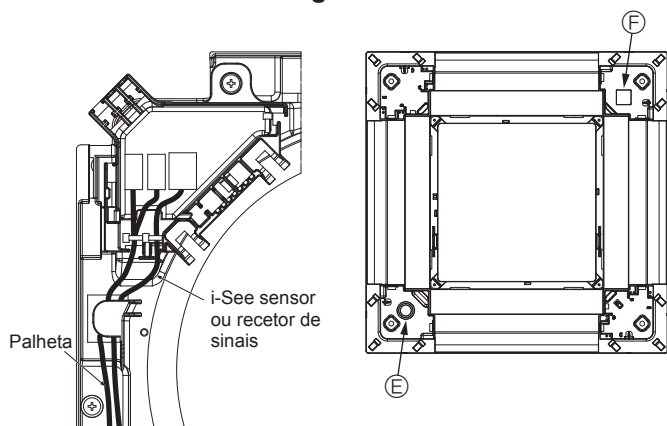

Fig. 10-13
- Passe os fios do i-See sensor e do recetor de sinais tal como exibido na Fig. 10-13.